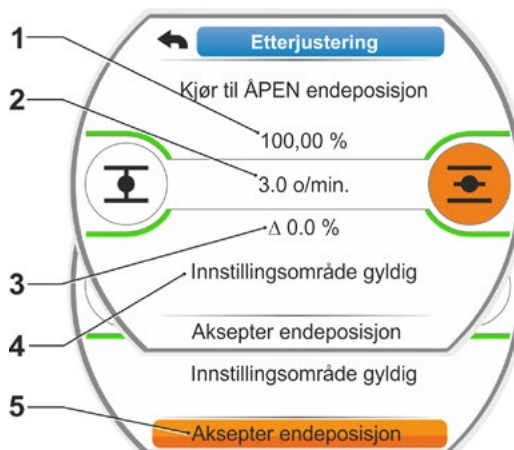

Fig. 3: Kjør mot og ta i bruk ny endeosisjon
- Vandringsområde i omdreininger per slag uten hensyn til et tilleggsgir (fig. 3, pos. 2);
- Avvik i % til aktuelt gjeldende endeosisjon (pos. 3).
- Meldingen, om innstillingsområdet er gyldig (pos. 4). Ved gyldig innstillingsområde kan endeosisjonen tas i bruk (5).
7. Sett markeringen på „Aksepter endeosisjon” (se fig. 3, pos. 5) og bekreft. En melding bekrefter vellykket etterjustering (fig. 4).